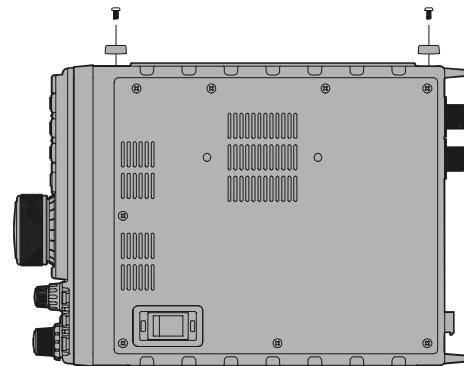

図 2
2. FT-897D 側面にある“ゴム足(合計4個)”を外します(図 2 参照)。